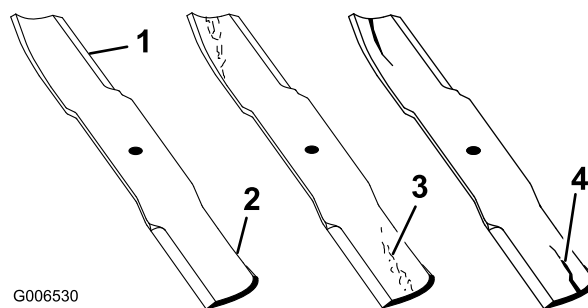

Figure 53
1. Examinez le tranchant des lames (Figure 53). Si les lames ne sont pas tranchantes ou si elles présentent des indentations, déposez-les et aiguisiez-les. Voir Affûtage des lames \(page 43\).
2. Inspectez les lames, surtout la partie relevée (Figure 53). Remplacez immédiatement toute lame usée,
endommagée ou qui présente une entaille (repère 3. de la Figure 53).